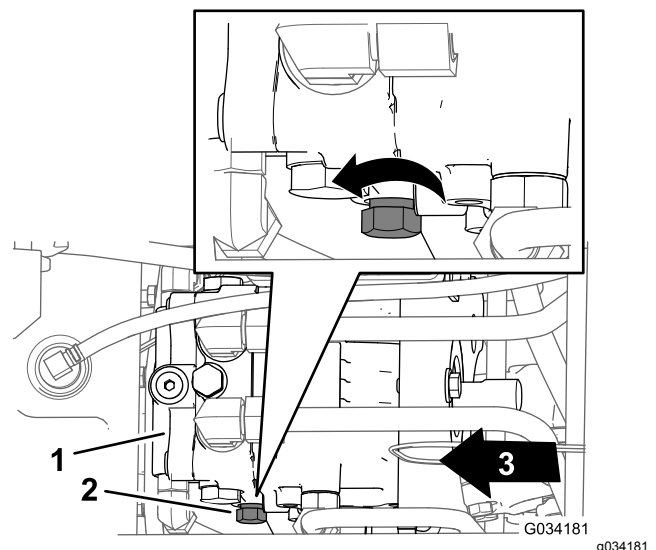

Bild 29
2. Das Bedienelement für das Sicherheitsventil befindet sich an der linken Seite der Hydraulikpumpe (Bild 29).
3. Drehen Sie das Bedienelement drei Umdrehungen gegen den Uhrzeigersinn (Bild 29).
3. Drehen Sie das Steuerhandrad (Bild 29) nach rechts, bis Sie einen Widerstand spüren (das Sicherheitsventil ist dann geschlossen).